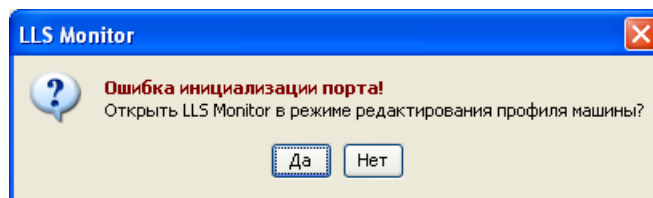
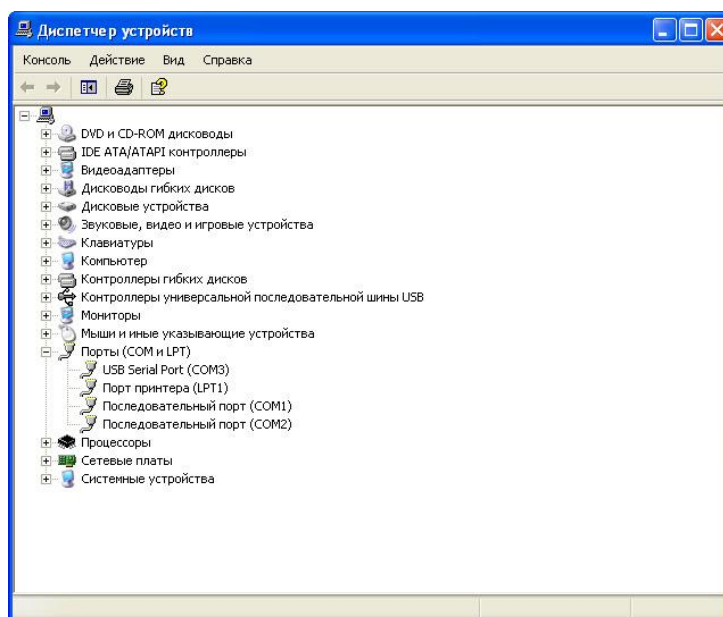
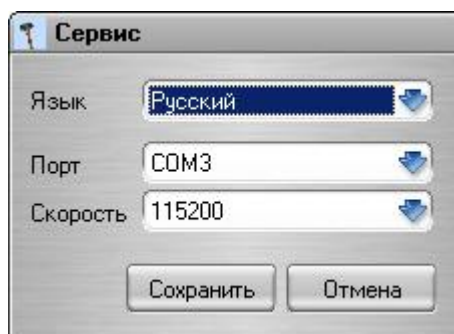

Рисунок 11
Рисунок 12
Рисунок 13
- 3) В случае если появилось сообщение: «Ошибка инициализации порта» (Рисунок 11), нажать «Нет» и изменить настройки подключения к изделию (п.3.6.1).
- 1) Выбрать закладку «Сервис» (Рисунок 11) и в открывшемся окне (Рисунок 13) выбрать COM-порт, к который был создан при подключении Устройства настройки универсального УНУ (Рисунок 12).